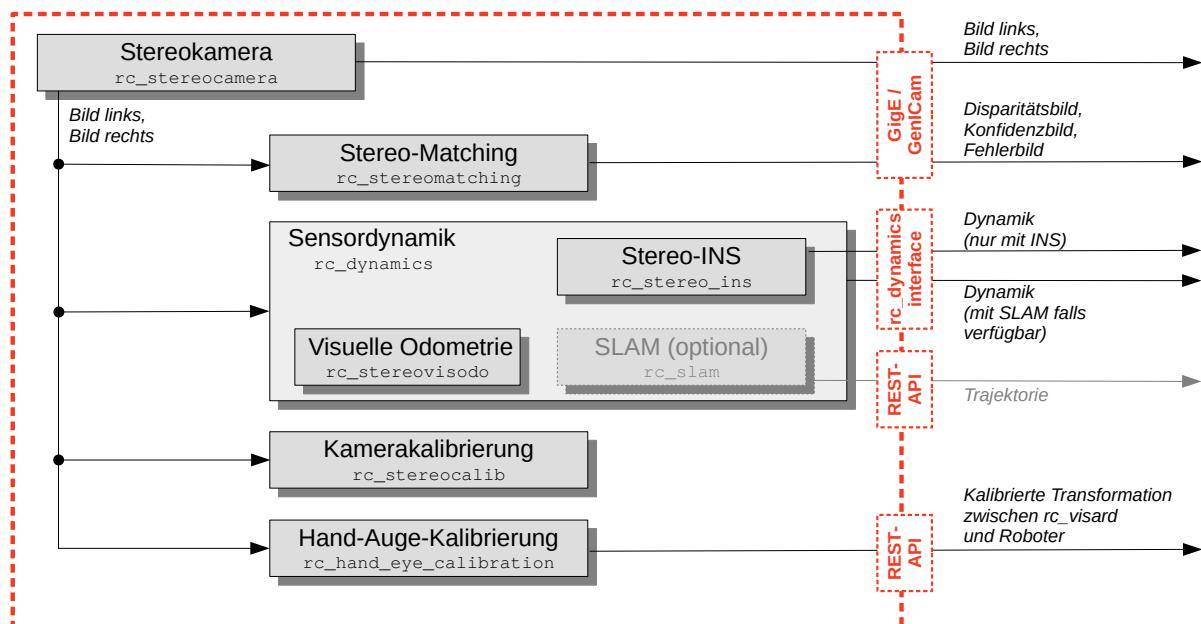

Abb. 6.1: Flussdiagramm der Softwaremodule mit den zugehörigen Modulnamen und den wichtigsten Ausgabedaten
**Abb. 6.1** gibt einen Überblick über die Beziehungen zwischen den verschiedenen Softwaremodulen und den Daten, die sie über die verschiedenen *Schnittstellen* (Abschnitt 8) des *rc\_visard* bereitstellen.